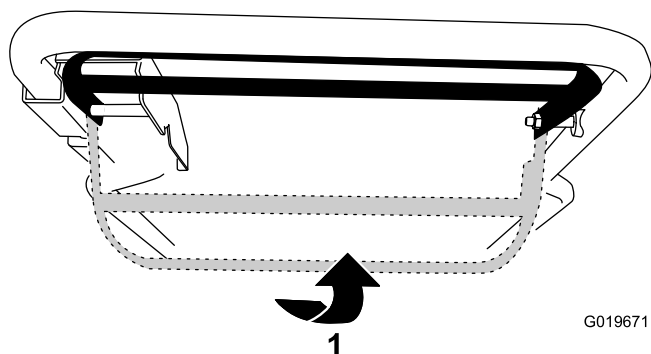

Figure 16
- Pour utiliser l'autopropulsion sans engager les lames, montez la barre de commande contre le guidon (Figure 16).